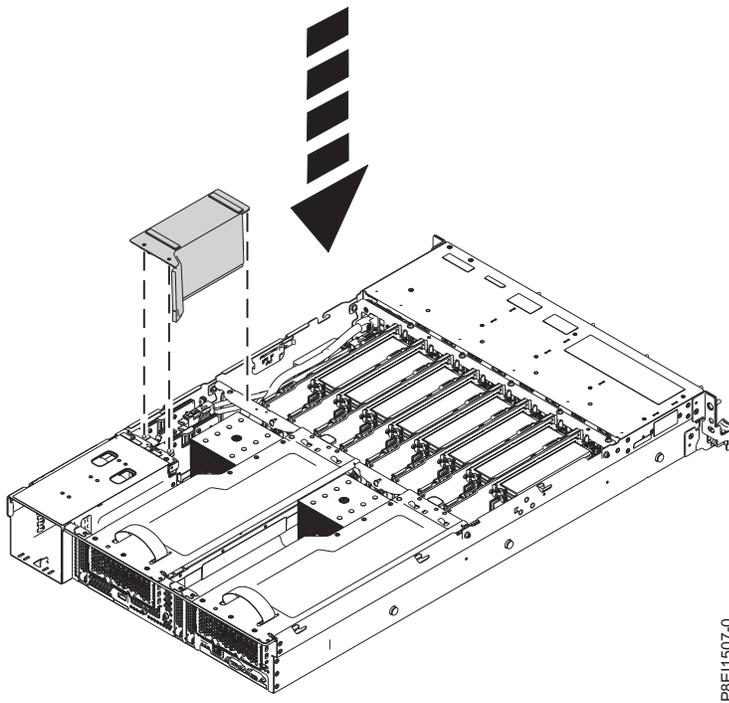

Figura 49. Instalando o riser de energia da placa defletora de ar
4. Instale a placa defletora de ar no riser de energia. Consulte Figura 49 na página 51. Assegure-se de que os orifícios na placa defletora estejam alinhados com os pinos no sistema.